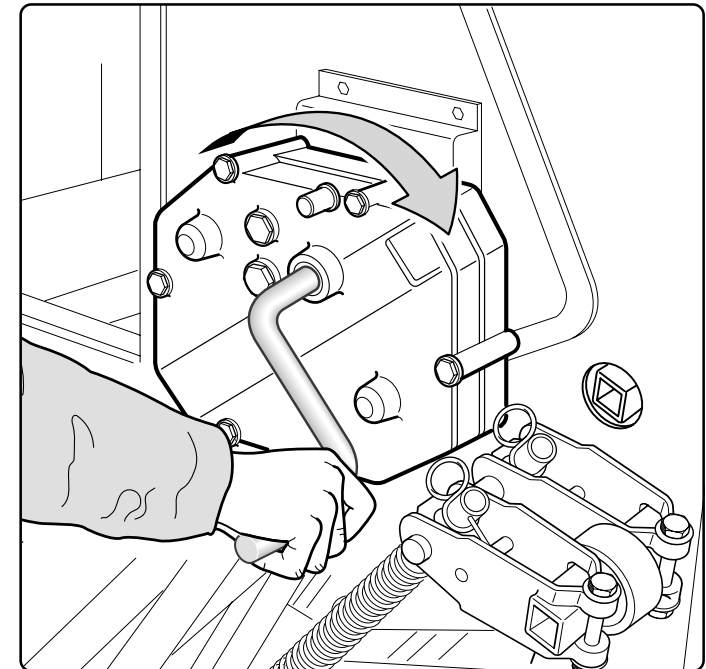

Fig. 38
- Inserire la manovella (Fig. 38) nell'alberino del cambio e girare in senso orario.
- Insert the crank (Fig. 38) on the speed change gear shaft and rotate
- insérer la manivelle (Fig. 38) dans l'arbre de la boîte de vitesse et tourner
- insertar la manivela (Fig. 38) en el
- die Kurbel (Abb. 38) in die Getriebespindel einsetzen und im Uhrzeigersinn drehen.